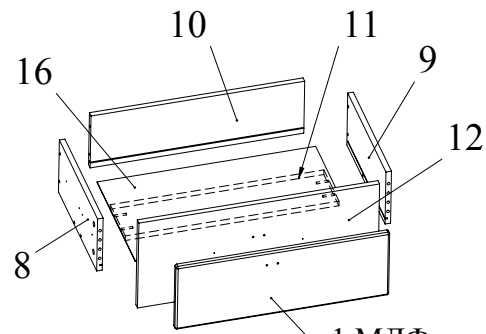

Рис.7
- Скрепить конфирматами 7x50 боковины 8, 9 и задник ящика 10. Скрепить при помощи конфирматов 7x50 распорную планку 11 между боковинами 8, 9. Вставить в паз дна ящика 16 из ДВП. Установить фасад ящика 12 и зафиксировать, повернув конфирматным ключом головки минификсов по часовой стрелке до упора (Рис. 7).